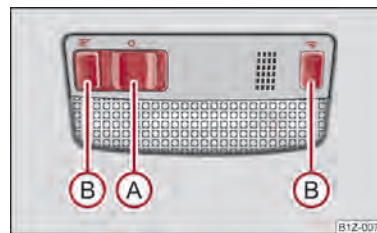

Fig. 31 Eclairage intérieur du véhicule - Variante 1
- Le symbole ☞ ⇒ fig. 31 s'affiche quand vous poussez le contacteur (A) vers le bord de la lampe.